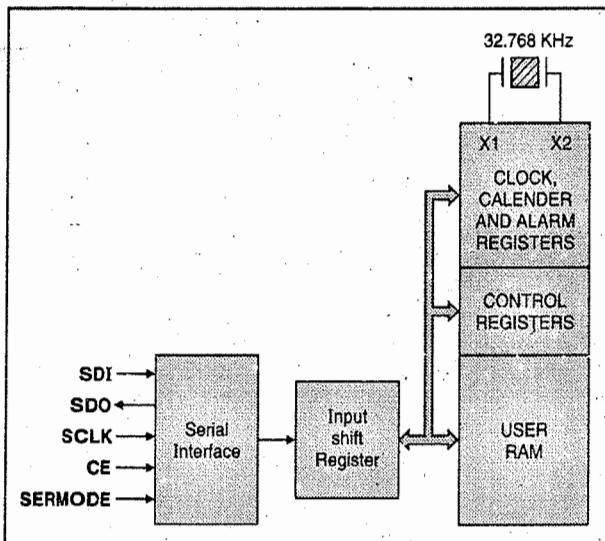

Fig. 14.11.1 : Block diagram of DS1306
- Fig. 14.11.1 shows the block diagram of DS1306.